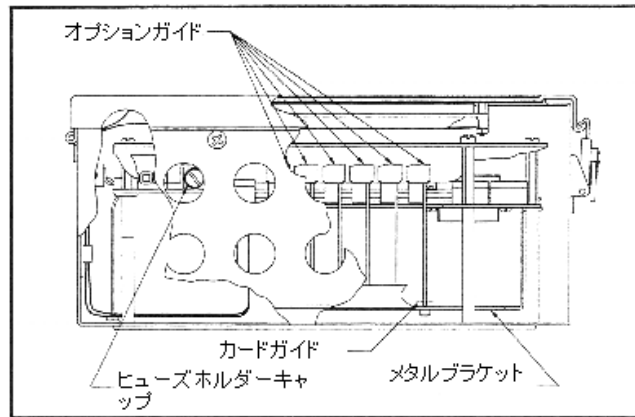

図 4-4 : コンソール底部の断面図
2. 電源ターミナルブロック (TB1) と RS232 ターミナルブロックの間にあるプリント基板に取付けられている黒色プラスチックのフューズホルダーを見つけます。4-2 ページの図 4-1 と 4-10 ページの図 4-4 に示すように、フューズホルダーは、メインのアルミニウム製シールドの下側に延びており、フューズホルダーのキャップはフューズホルダーの底部にあります。
5. すべてのオプションカードがブラケットのプラスチックのカードガイドに位置決めされていることを確認しながら、オプションカードの上にメタルブラケットをかぶせます。付属のスナックリベットでメタルブラケットをプリント基板に固定します。次の図 4-4 の取付け済みのアセンブリを参照してください。